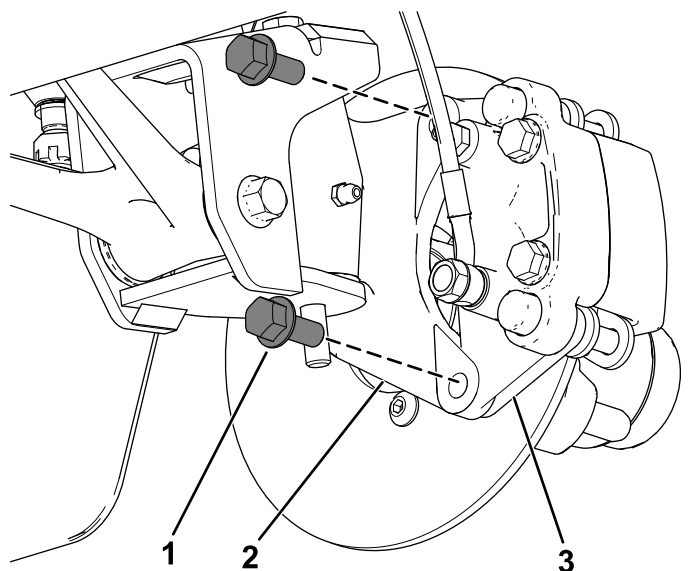
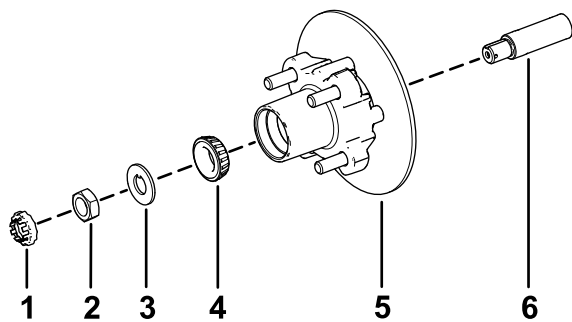

Figura 35
Figura 39
3. Togliete i bulloni a testa flangiata ($\frac{3}{8}$ " x $\frac{3}{4}$ ") che fissano la staffa del gruppo del freno al mandrino e separate il freno dal mandrino (Figura 35).
1. Lubrificate leggermente il mandrino con il grasso specificato (Figura 39).
2. Montate il mozzo e il rotore sul mandrino con il rotore verso l'interno (Figura 39).
3. Montate il cuscinetto esterno sul mandrino e inserite il cuscinetto sull'anello esterno (Figura 39).
4. Montate la rondella di sicurezza sul mandrino (Figura 39).
5. Avvitare il dado del mandrino sul mandrino e serrare il dado a 15 N·m mentre ruotate il mozzo per posizionare in sede il cuscinetto (Figura 39).
2. Allineate le pastiglie dei freni su ciascun lato del rotore (Figura 35) e i fori sulla staffa della pinza con i fori sul supporto del freno del telaio del mandrino (Figura 39).
3. Fissate la staffa del calibro al telaio del mandrino (Figura 35) utilizzando i 2 bulloni a testa flangiata ($\frac{3}{8}$ " x $\frac{3}{4}$ ").